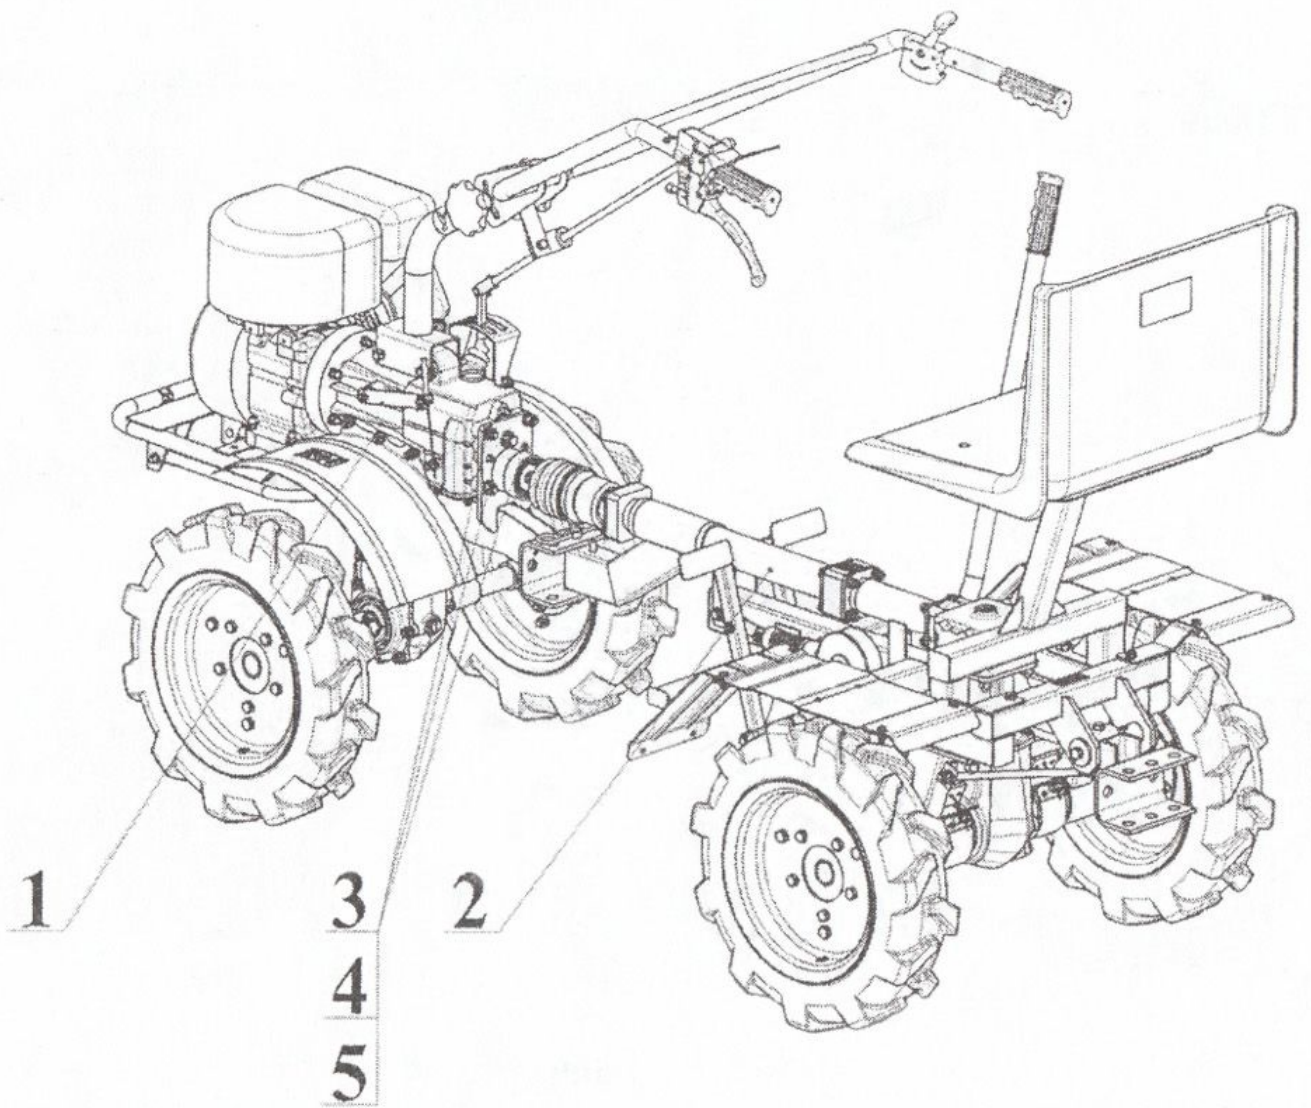

Рисунок 3
6.3 На фланец мотоблока 1 (рисунок 3) для крепления навесных орудий установите адаптер 2 и закрепите, используя крепеж 3, 4, 5, прилагаемый в комплекте поставки и снятый по п.п.6.2.